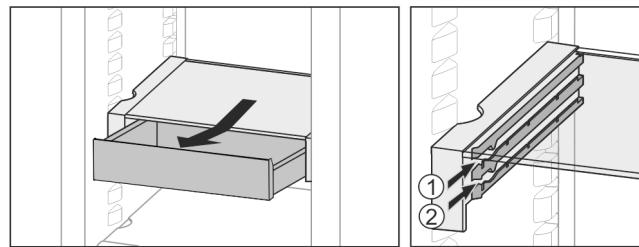

Fig. 30
- Вкарайте го на височина по избор Fig. 30 (1) или Fig. 30 (2).